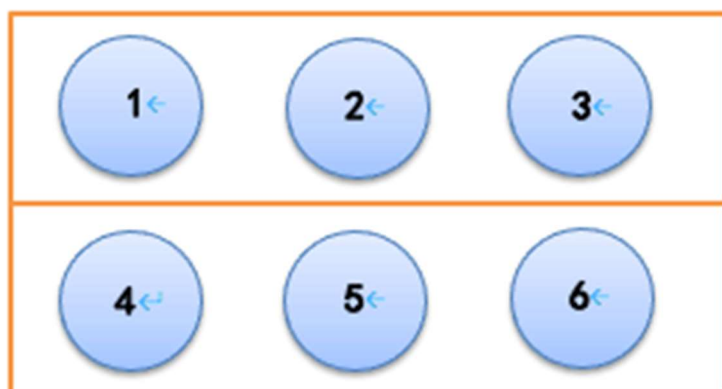

图 1 料仓初始状态工件标号
1.立体料仓上层为三个毛坯件，编号为 1，2，3；下层为成品件，编号为 4，5，6；如下图 1 所示；